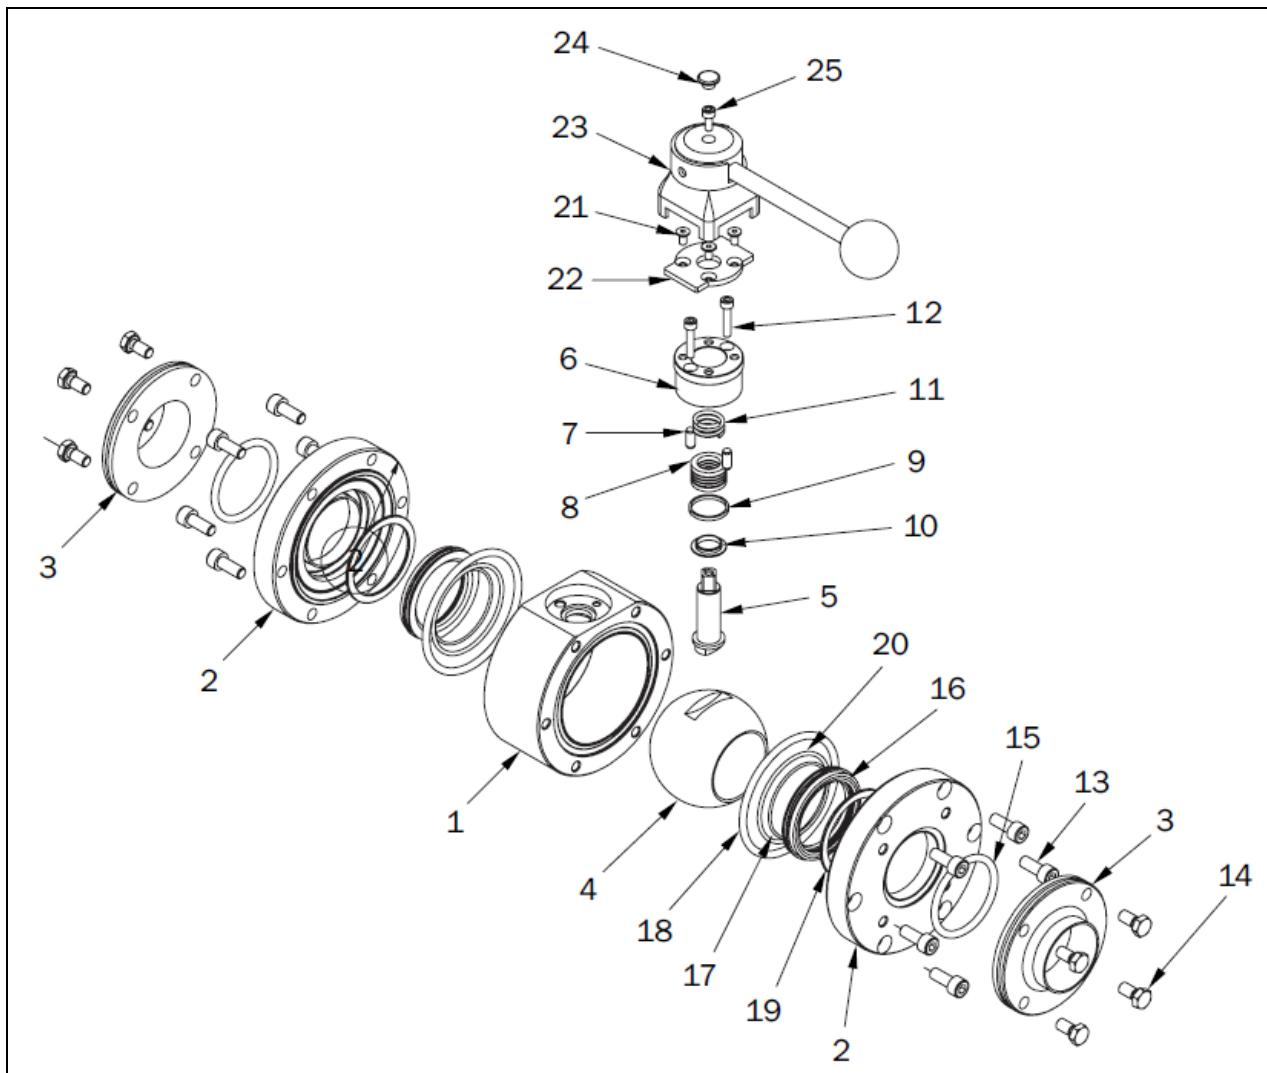
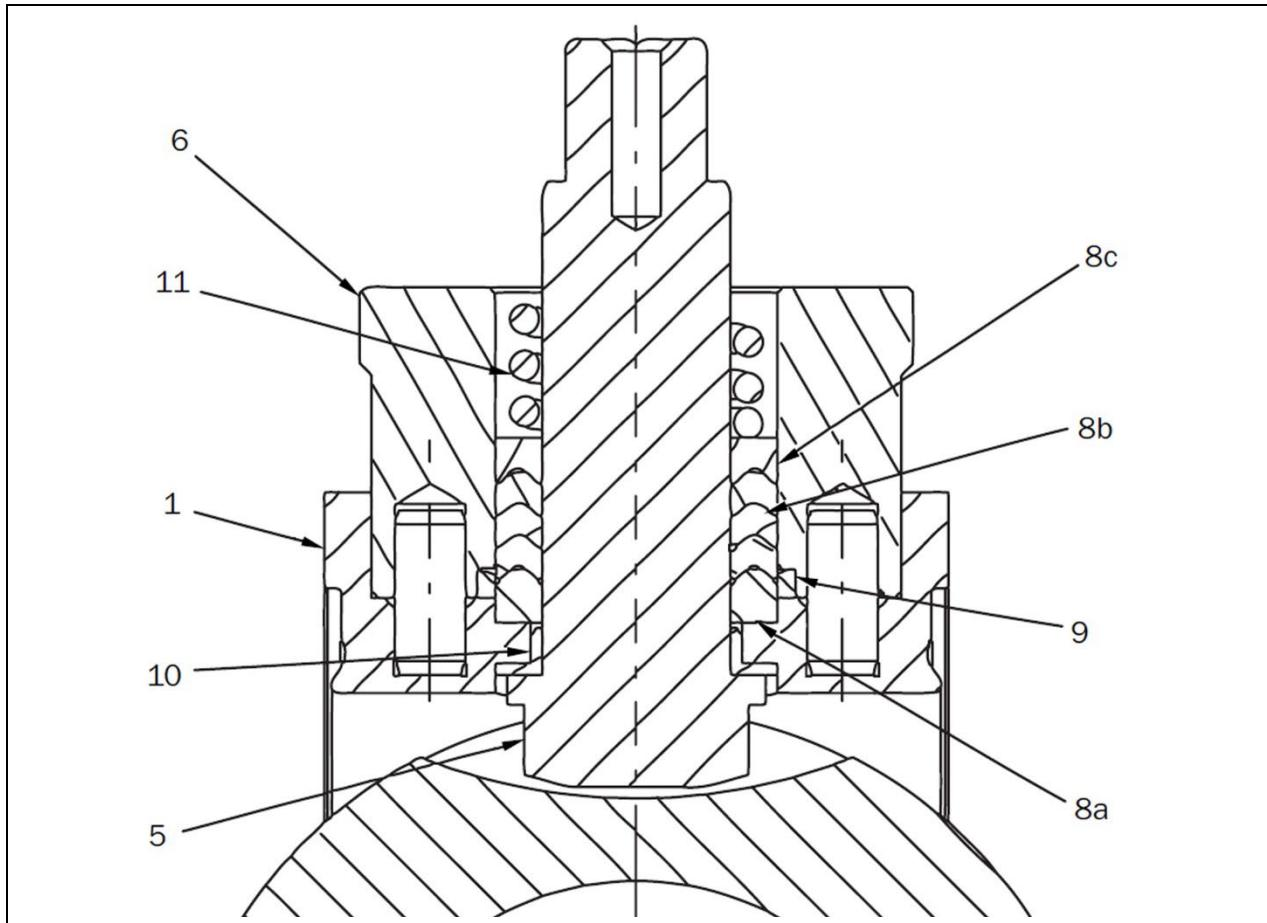
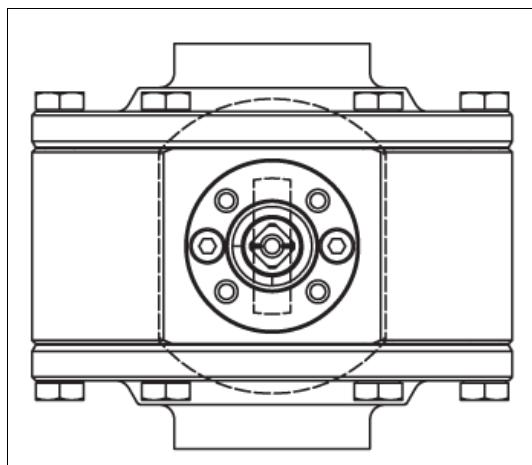

Abb. 6-1: Aufbau Kugelventil mit Handgriff
Abb. 6-4: V-Dichtringsatz
Abb. 6-6: Stellung Kugel
- Lösen Sie die Schrauben (Abb. 6-1, Pos. 14) an den Flanschen mit Schweißende (Abb. 6-1, Pos. 3).
Lösen Sie die Schrauben (Abb. 6-1, Pos. 14) an den Außenflanschen (Abb. 6-1, Pos. 3).
Achten Sie beim Einschweißen in die Rohrleitung auf die korrekte Positionierung der Befestigungsbohrungen und planparallele Ausrichtung der Flansche (Abb. 6-1, Pos. 3).
Positionieren Sie den Ventilkörper zwischen die Außenflansche. Achten Sie darauf, dass die O-Ringe nicht abgesichert werden und verschrauben Sie die Flansche mit den Schrauben (Abb. 6-1, Pos. 14) fest mit dem Gehäuse.
- Lösen Sie die Anschlussverschraubungen direkt am Kugelventil bei Ausführung G/G, G/KM oder die Sechskantschrauben (Abb. 6-1, Pos. 14) bei Ausführung ZFA, DIN 11864-2.
Bei der Ausführung S/S lösen Sie die im Strang zum Kugelventil nächstliegende Flanschverbindung. Lösen Sie alternativ die Sechskantschrauben (Abb. 6-1, Pos. 14).
- Je nach Ausführung lösen Sie die Nutmutter der Verschraubungen oder lösen Sie die Schrauben. (Abb. 6-1, Pos. 14) bei ZFA, bei Schweißenden (Abb. 6-1, Pos. 13).
- Lösen Sie die Schrauben (Abb. 6-1, Pos. 14, Ausführung ZFA) und entfernen Sie die Innenflansche.
- Drehen Sie die Kugel (Abb. 6-1, Pos. 4) in Stellung geschlossen.
- Entfernen Sie die PTFE-Dichtringe (Abb. 6-1, Pos. 16), die O-Ringe (Abb. 6-1, Pos. 17 und 18) und den Rechteckring (Abb. 6-1, Pos. 19).
- Ziehen Sie die Spindel (Abb. 6-1, Pos. 5) nach unten aus dem Gehäuse.
- Entfernen Sie das Gleitlager (Abb. 6-1, Pos. 10).
- Entfernen Sie das V-Dichtringsatz (Abb. 6-1, Pos. 8) und den Dichtring (Abb. 6-1, Pos. 9).
- Reinigen Sie die Kugel einschließlich der Nut (Abb. 6-1, Pos. 4).
- Fetten Sie die Dichtungen (Abb. 6-1, Pos. 18, 20) mit zugelassenem Fett leicht ein.
- Setzen Sie zuerst das Gleitlager (Abb. 6-1, Pos. 10) und dann die Spindel (Abb. 6-1, Pos. 5) von innen, dann das V-Dichtringsatz (Abb. 6-1, Pos. 8) von außen zwischen Spindel (Abb. 6-1, Pos. 5) und Spindeldom (Abb. 6-1, Pos. 6) ein.
1. Druckring unten (Abb. 6-4, Pos. 8a)
2. V-Ringe mit der Öffnung nach unten (Abb. 6-4, Pos. 8b)
3. Druckring oben (Abb. 6-4, Pos. 8c)
- Platzieren Sie die Druckfeder (Abb. 6-4, Pos. 11) oberhalb des V-Dichtringsatz (Abb. 6-1, Pos. 8).
- Legen Sie den O-Ring (Pos. 20) und den Rechteckring (Pos. 19) in die entsprechende Nut des Kugelventil-Innenflansches (Abb. 6-1, Pos. 2).
- Setzen Sie den Gegenflansch vorsichtig, ohne die Dichtung (Abb. 6-1, Pos. 7) zu beschädigen, auf den Flansch auf.
- Montieren Sie das Arretierblech (Abb. 6-1, Pos. 22) mit den Senkschrauben (Abb. 6-1, Pos. 21). Dabei muss das Blech in Richtung Ventil gedrückt werden, damit die Feder vorgespannt wird.
- Drehen Sie die Spindel (Abb. 6-4, Pos. 5) so, wie in Abb. 6-4 und Abb. 6-6 dargestellt.
- Schrauben Sie einen Flansch mit den Schrauben (Abb. 6-1, Pos. 13) gleichmäßig über Kreuz fest.